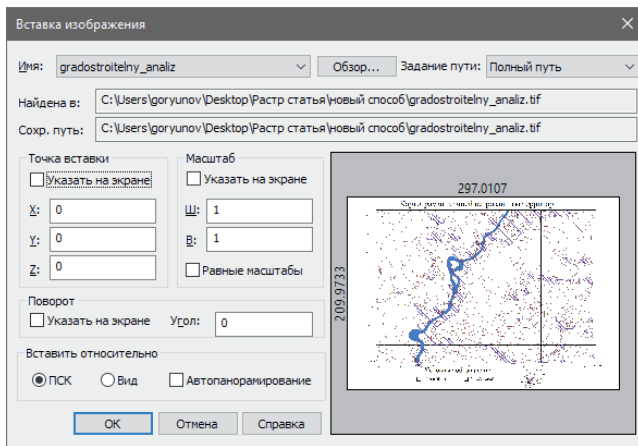

Рис. 3. Вставка исходного изображения в *.dwg-файл
1. Для начала загрузим исходное изображение в *.dwg-документ (рис. 3). Воспользуемся командой *IMAGEATTACH* (*Вставка растра*) и выберем наш растр.